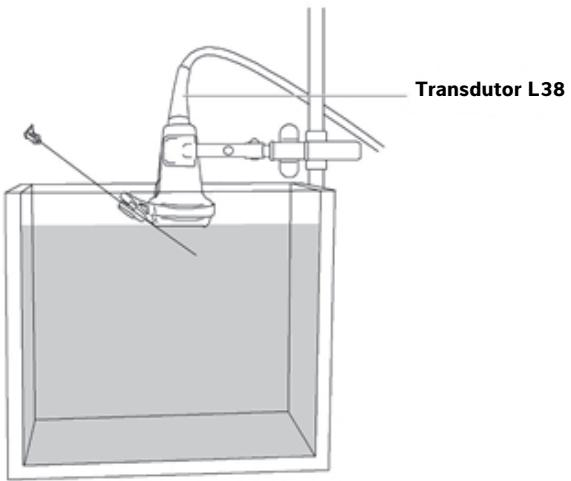

Figura 2 Transdutor L38 com agulha no fluido de teste
- ▶ Tanque cheio de fluido objeto de teste (All World Scientific código 3480) ou água destilada. Consulte Figura 2, “Transdutor L38 com agulha no fluido de teste” na página 87.
- 7 Mova a agulha para dentro do tanque com fluido de teste ou água destilada até que sua imagem de ultrassom esteja visível na tela do sistema (consulte a Figura 2, “Transdutor L38 com agulha no fluido de teste” na página 87).